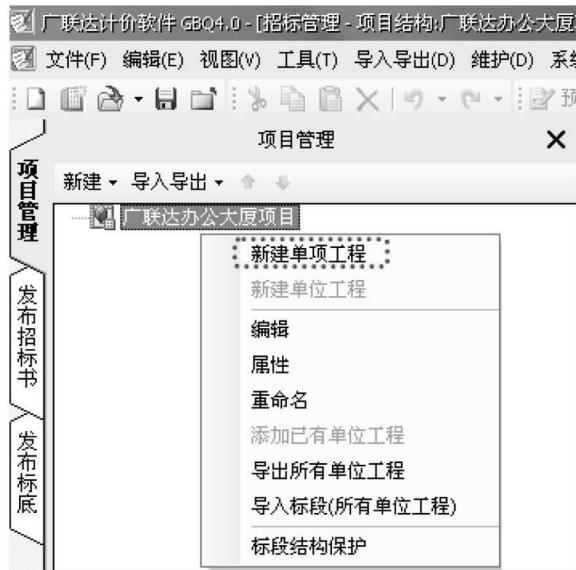

图 2.3 新建单项工程
③新建单项工程。在“广联达办公大厦项目”单击鼠标右键,选择“新建单项工程”,如图 2.3 所示。